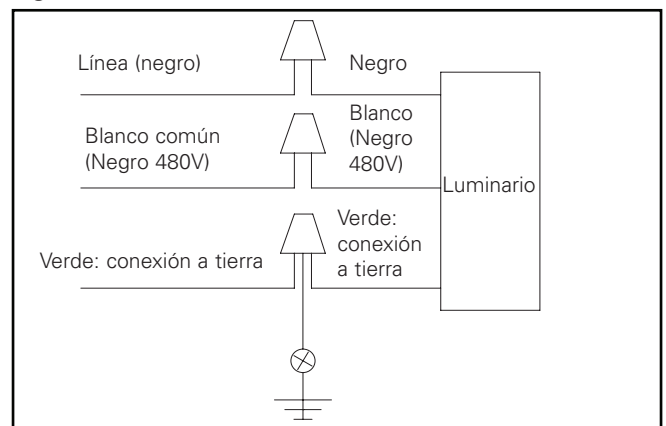

Figura 4
4. Conecte los cables en el interior del brazo de montaje. Consulte el diagrama de cableado para ver las conexiones de alimentación. Conecte los cables de suministro a los cables correspondientes de la luminaria. (Figura 4)
7. Realice las conexiones de los cables en el interior del luminario. Consulte el diagrama de cableado para ver las conexiones de alimentación. Conecte los cables de suministro a los cables correspondientes de la luminaria. (Figura 4)
8. Introduzca los cables en el luminario e instale la puerta. Apriete los (4) tornillos de la puerta del luminario a 20 in-lbs (2,3 Nm) (o apriete los tornillos mariposa de la puerta).